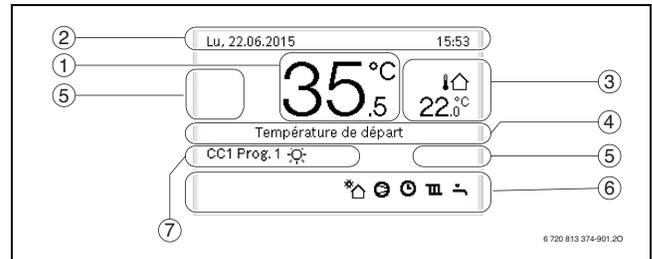

Fig. 4 Symboles sur l'écran principal (exemple)
-	Texte d'information : par ex. la désignation de la température actuelle affichée (→ fig. 4, [1]). En cas de défaut, une information correspondante s'affiche jusqu'à ce que le défaut soit éliminé.
Les descriptions suivantes sont basées sur l'affichage standard (→ fig. 4).